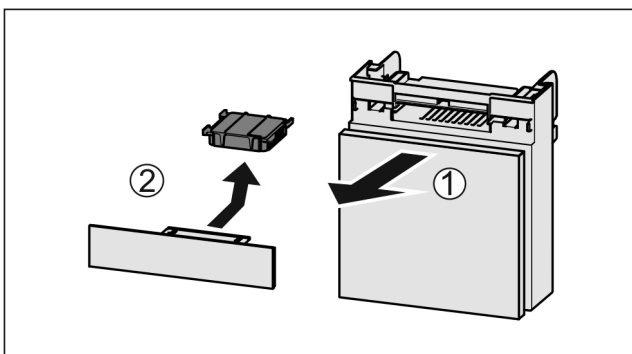

Fig. 48
- ▶ Trekk ut Fig. 48 (1) hyllen fremover.
- ▶ Ta ut Fig. 48 (2) aktivkullfilteret.